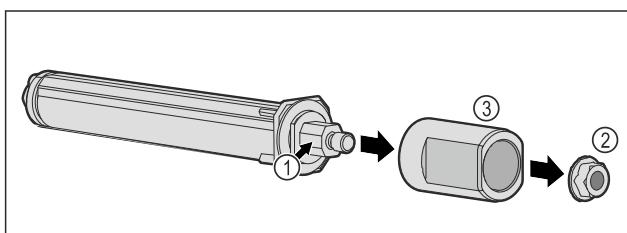

Fig. 58
- Nerozoberajte systém zatvárania dverí Fig. 58 (1).
- Odstráňte maticu Fig. 58 (2).
- Odoberte puzdro Fig. 58 (3).